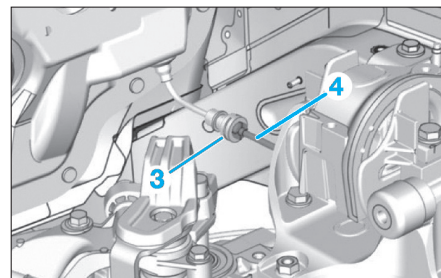

Fig. 6
- Ouvrir la vis de purge (2) et actionner à plusieurs reprises la pédale d'embrayage jusqu'à ce que le circuit soit vide.
- Déposer l'agrafe (3) afin d'écarter le tuyau (4) (Fig.6).